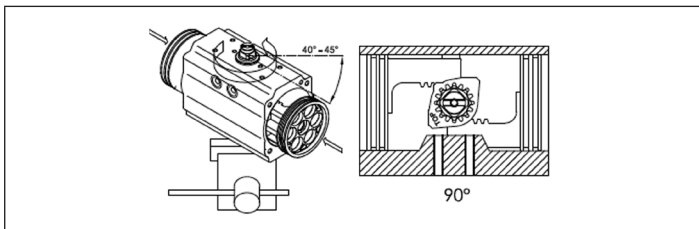

Fig. 14 : Tourner le corps dans le sens des aiguilles d'une montre
- En cas de montage dans le sens de rotation standard, version ST, (fermeture dans le sens des aiguilles d'une montre), tourner le corps (pos. 50) de 40-45° dans le sens des aiguilles d'une montre (voir Fig. 14 :),